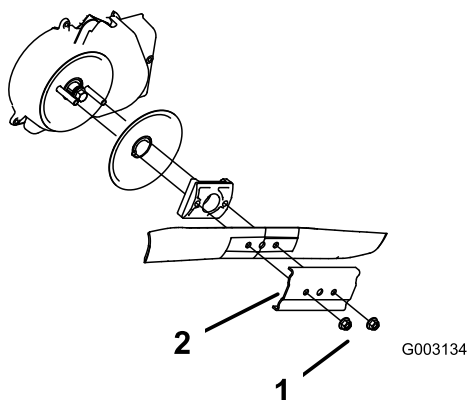

Figure 32
3. Retirez les 2 écrous de la lame et le renfort (Figure 32).
4. Déposez la lame (Figure 32).
5. Posez la nouvelle lame (Figure 32).